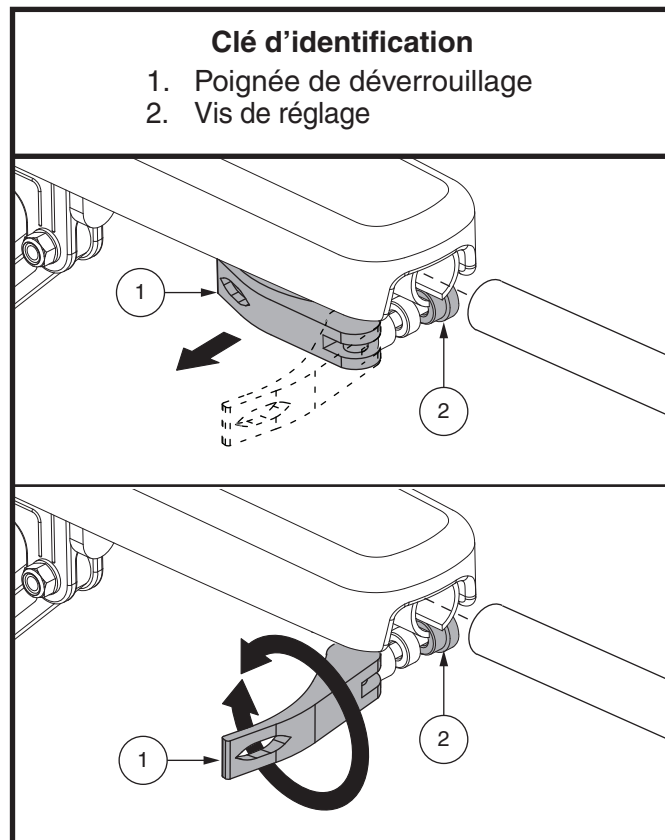
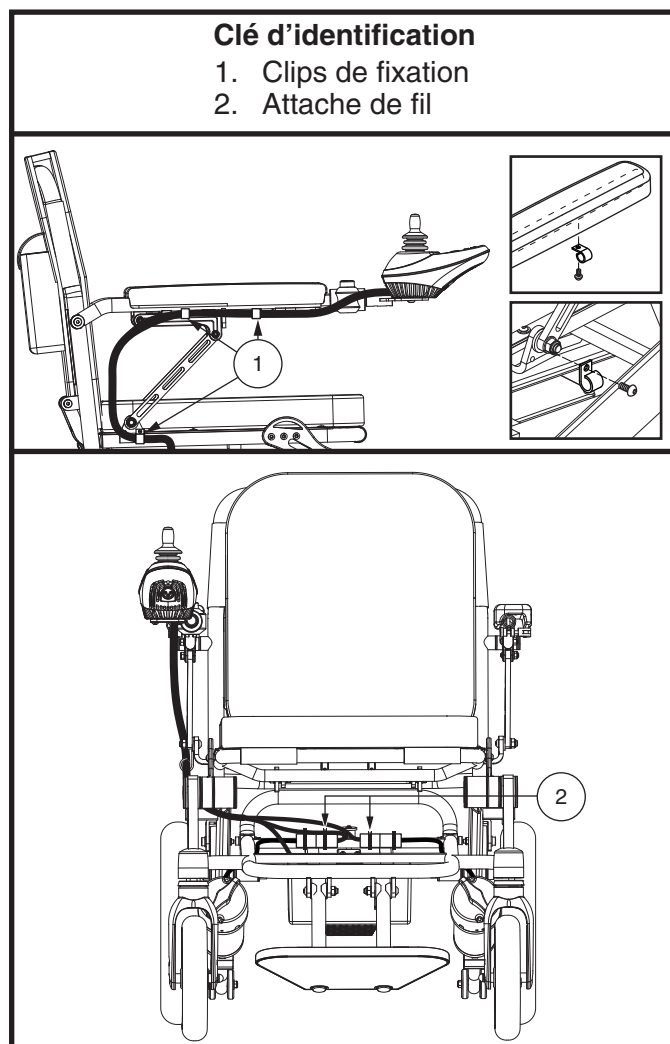

Figure 6. Retrait/installation du composant de l'accoudoir
Figure 10. Position du contrôleur
4. Insérez le contrôleur dans l'accoudoir et serrez la vis de réglage, puis verrouillez la poignée de déverrouillage. **Voir la figure 6.** Accrocher le harnais du contrôleur au clips de fixation. **Voir la figure 10.**
3. Déverrouillez la poignée de déverrouillage et desserrez la vis de réglage, et alors retirez le contrôleur de l'accoudoir. **Voir la figure 6.**
3. Décrochez le faisceau du contrôleur du clips de fixation. Désinstalle les clips de fixation et réinstallez-les de l'autre côté. **Voir la figure 10.**
11. Utilisez des attaches pour attacher le harnais du contrôleur au cadre et accrocher le harnais du contrôleur au clips de fixation. **Voir la figure 10.** Assurez-vous que l'accoudoir peut se lever et s'abaisser librement sans aucune tension sur le faisceau pour éliminer tout risque de déconnexion.